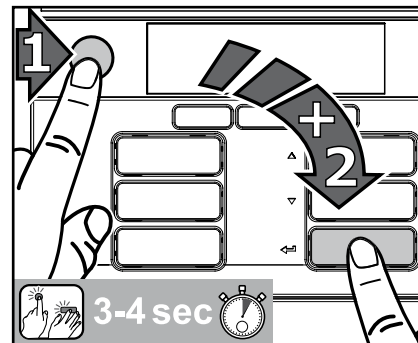

Fig. 31
1. Premere innanzitutto il tasto STOP, dopodiché il tasto INVIO ◀ e mantenere premuti contemporaneamente ambedue i tasti per 3-4 secondi, per accedere al modo di pulizia (fig. 31).